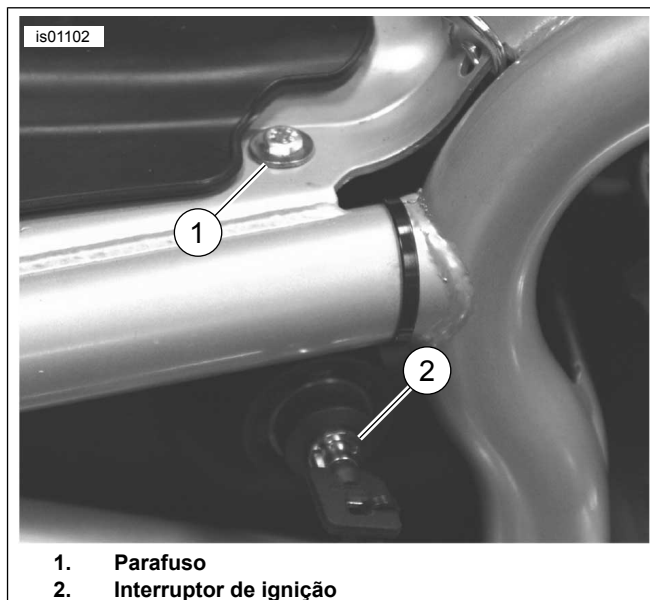

Figura 6. Ligação de terra (Modelos V-Rod ano 2006 e anteriores)
1. Ver Figura 6. Retire o parafuso (1, por baixo do assento) que fixa o interruptor da ignição (2) ao lado direito do quadro.